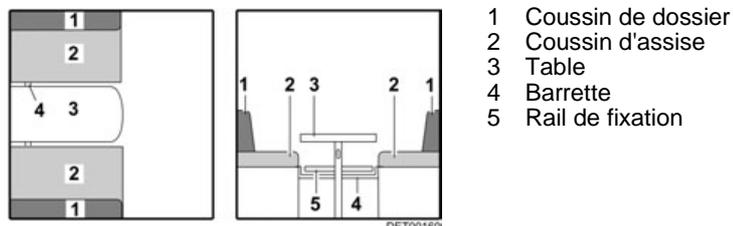

Fig. 77 Avant la transformation
- Convertir la table (Fig. 77,3) en sommier de lit (voir paragraphe 7.7).
- Insérer la baguette (Fig. 77,4) ou tirer vers le centre. La baguette est positionnée correctement si elle maintient le plateau de table directement derrière le pied de table.